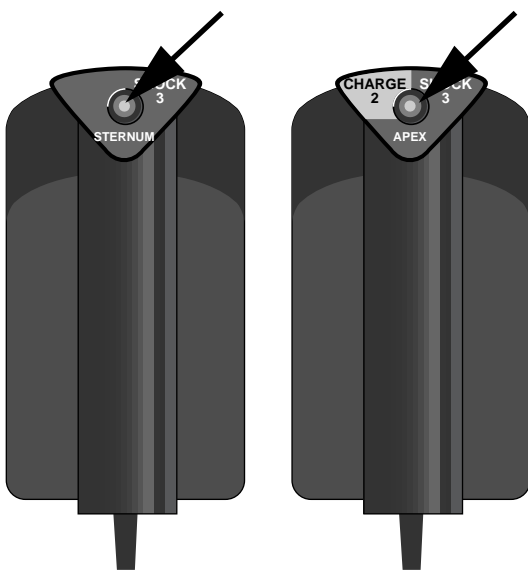
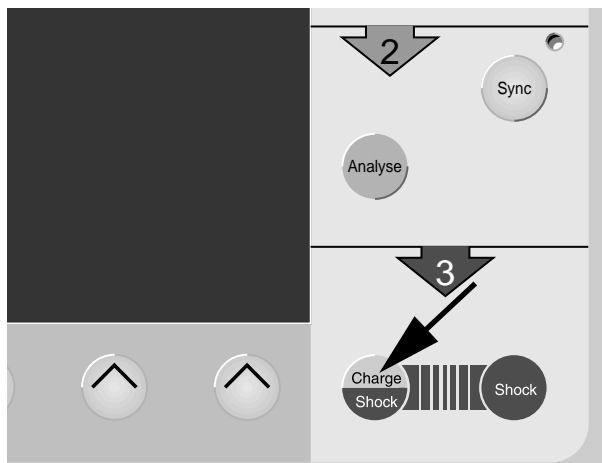

Bild 15-5. Tasten zum Auslösen des Energieladevorgangs und zum Auslösen des Defibrillationsimpulses
Bild 15-6. Taste zum Starten des Energieladevorgangs bei Klebe- oder internen Elektroden
- Starten Sie den Energieladevorgang durch Drücken der Taste **Charge/Shock** am rechten Paddle (Bild 15-5) (oder bei Klebeelektroden mit Taste  am Gerät (Bild 15-6)).